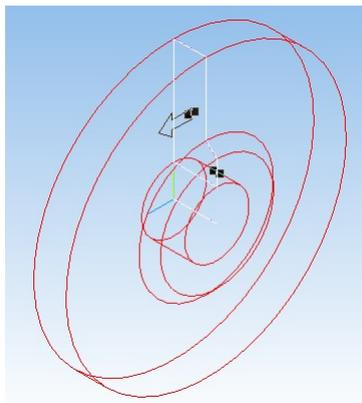

Рис. 9. Фантом детали *Седло2*, полученный в ходе операции вращения
2. На панели инструментов *Редактирование детали* щёлкните по кнопке  (*Операция вращения*). На *Панели свойств* на вкладке *Параметры* выберите направление вращения — *Прямое*, угол поворота —  $360^\circ$ , на вкладке *Тонкая стенка* — тип построения тонкой стенки — *Нет*, на вкладке *Свойства* установите цвет детали по вашему усмотрению. Мы рекомендуем использовать для разных деталей отличные цвета, так как при создании сборки это позволяет добиться наибольшей наглядности и удобства работы. Фантом детали, полученный в ходе операции вращения показан на рис. 9.